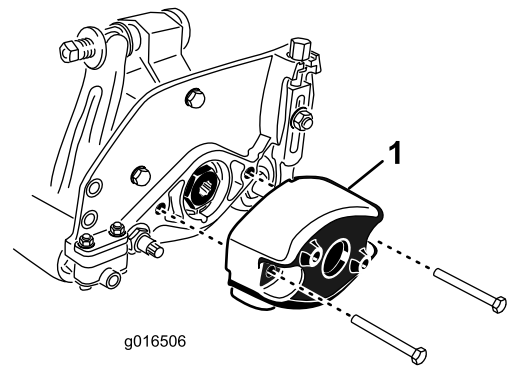

Figura 9
1. Remova os dois parafusos que fixam o contrapeso à extremidade esquerda da unidade de corte. Remova o contrapeso (Figura 9).
5. Do lado direito da unidade de corte, aplique uma leve camada de óleo no anel de retenção e instale o contrapeso com os parafusos previamente removidos (Figura 9). Aperte os parafusos com uma força de 16 a 20 N·m.